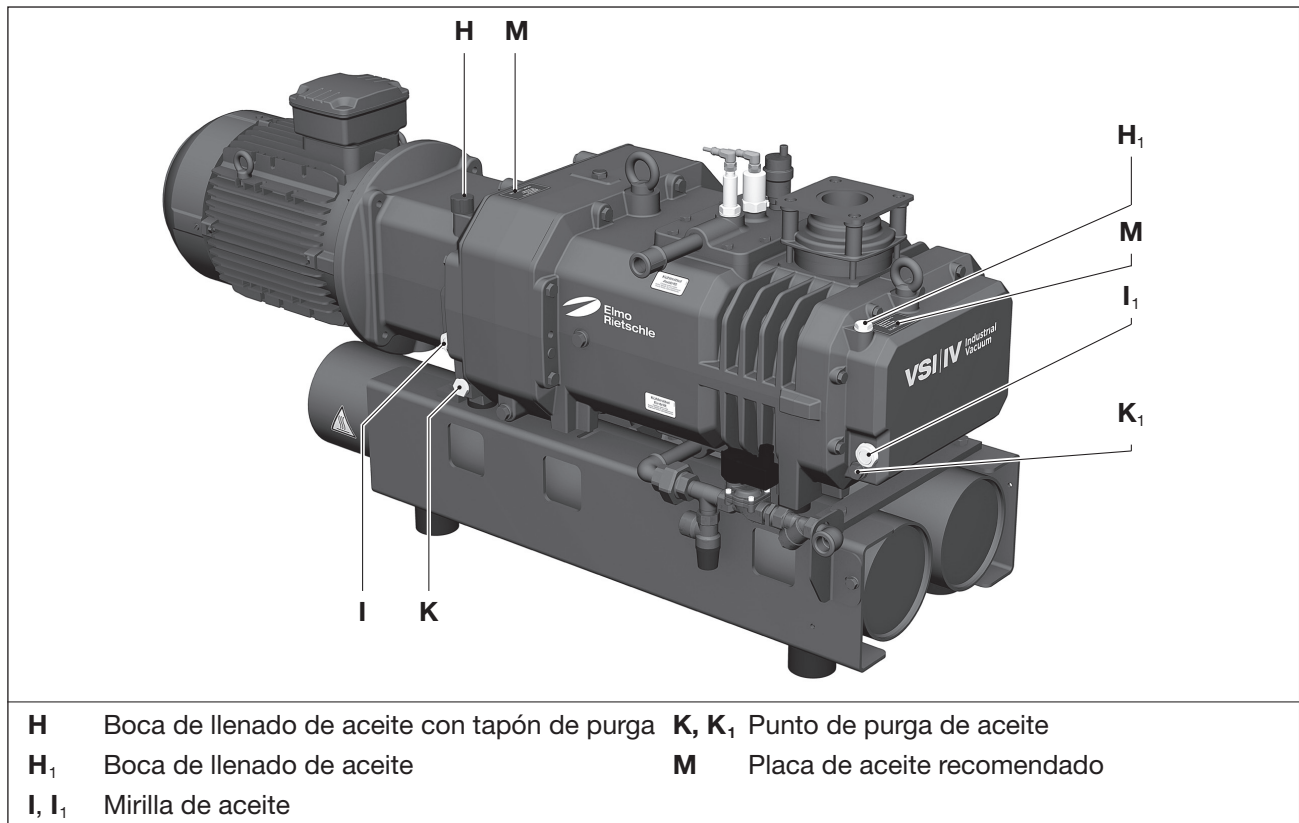

Fig. 17 Cambio de aceite
Compruebe el nivel del aceite en el visor (Fig. 17/I, I₁) cada mes.
- Abra el tapón del punto de llenado de aceite (Fig. 17/H) y rellene con aceite hasta el borde superior del visor (Fig. 17/I).
- Abra el tapón del punto de llenado de aceite (Fig. 17/H₁) y rellene con aceite hasta el borde superior del visor (Fig. 17/I₁).
- Abra el cierre de los puntos de llenado de aceite (Fig. 17/H, H₁), abra los puntos de drenaje de aceite (Fig. 17/K, K₁) y drene todo el aceite usado.
- Cierre los puntos de drenaje de aceite (Fig. 17/K, K₁) y rellene con aceite nuevo en los puntos de llenado de aceite (Fig. 17/H, H₁).
- Compruebe el nivel del aceite en el visor (Fig. 17/I, I₁).